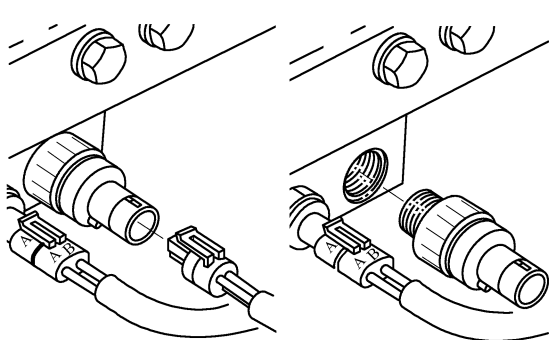
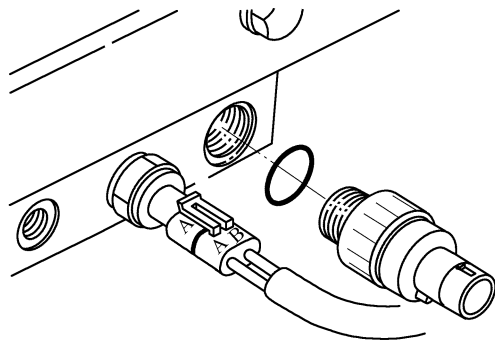

图 4-97 使用加长套筒，拆下进气歧管压力传感器
图 4-98 更换新 O 形圈，安装传感器
(2) 拆卸 抬起锁片，拆下传感器插头，使用加长套筒从进气歧管上拆下传感器，如图 4-97 所示。
(3) 安装
① 更换新 O 形圈，安装传感器(拧紧力矩为 $14\text{N} \cdot \text{m}$)，如图 4-98 所示。